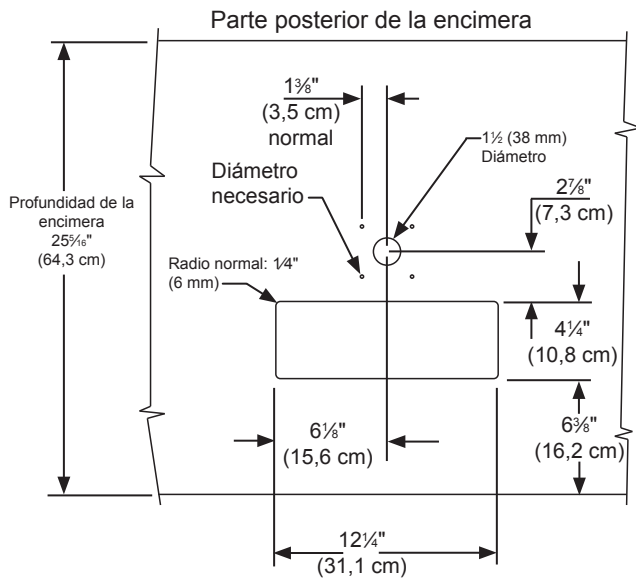

Figura 31
4. Si va a instalar su refrigerador de barriles bajo una encimera, tendrá que perforar 5 agujeros en ella para montar la torre. El primer agujero, ubicado en el centro de la torre, tiene  $1\frac{1}{2}$ " de diámetro y permite conectar la tubería de cerveza. Está ubicado a aproximadamente  $13\frac{1}{2}$ " (34,3 cm) del borde delantero de la encimera (para una encimera de  $25\frac{5}{16}$ " [64,3 cm] de profundidad). A continuación, perfora los 4 agujeros para el montaje de la torre de acuerdo con las medidas indicadas en la Figura 31. El diámetro de estos agujeros depende del material de la encimera y si se requieren, o no, anclajes para los tornillos. Los tornillos suministrados (tipo AB de acero inoxidable n.º 10 x 1") están incluidos con los manuales. Marque y realice el corte rectangular para el sumidero de drenaje. Después de perforar los agujeros y colocar el refrigerador de barriles en su lugar bajo la encimera, pase la tubería de cerveza a través de la junta de la torre, el agujero de  $1\frac{1}{2}$ " de la encimera y el agujero de la parte superior del refrigerador. Monte la torre en la encimera con los 4 tornillos suministrados. Coloque el sumidero de drenaje (se encuentra con los manuales de la unidad) en la encimera, en el agujero rectangular (el recorte redondeado del sumidero debe quedar hacia atrás, rodeando la torre) y coloque la rejilla en el sumidero.
Las medidas del corte indicadas en la Figura 31 están basadas en una encimera de  $25\frac{5}{16}$ " (64,3 cm) de profundidad. La profundidad de su encimera puede ser diferente a esta; si este es el caso, deberá modificar las medidas. Para definir las medidas requeridas, consulte las dimensiones del producto en las Páginas 6 y 7.